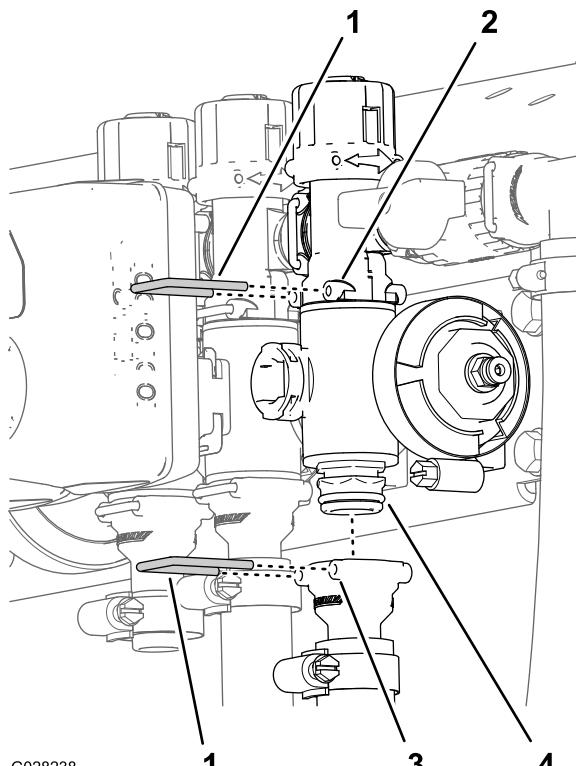

图115
2. 取下将喷洒臂段阀歧管固定至旁通阀接头的卡环 图115。